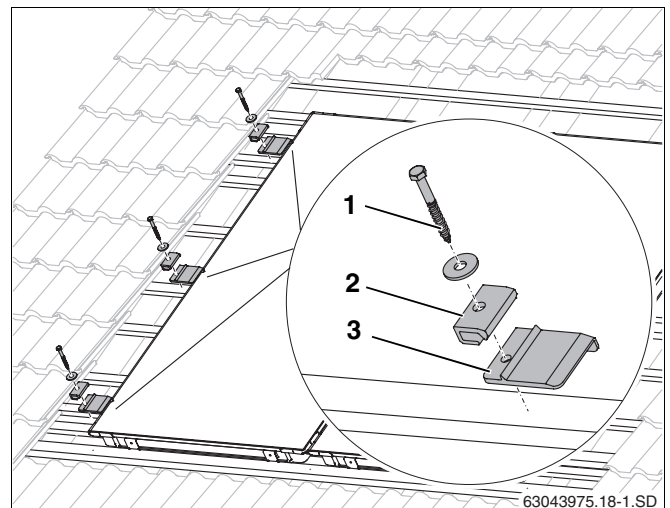

Fig. 28 Montaje del elemento de sujeción a la izquierda
- ▶ Eleve ligeramente el colector situado a la izquierda y deslice por debajo del mismo las placas intermedias del lado izquierdo (fig. 28, **pos. 3**) situadas sobre el 2º y el 3er listón adicional, así como en la parte central del colector sobre un listón hasta que la elevación de las mismas haga tope en el borde del colector.
- ▶ Es necesario realizar previamente un taladro de 4 mm para el tornillo (fig. 28, **pos. 1**).
- ▶ Fije los elementos unilaterales de sujeción (fig. 28, **pos. 2**) con tornillos 6 x 40 (fig. 28, **pos. 1**) y arandelas (utilice una llave de tamaño 10).